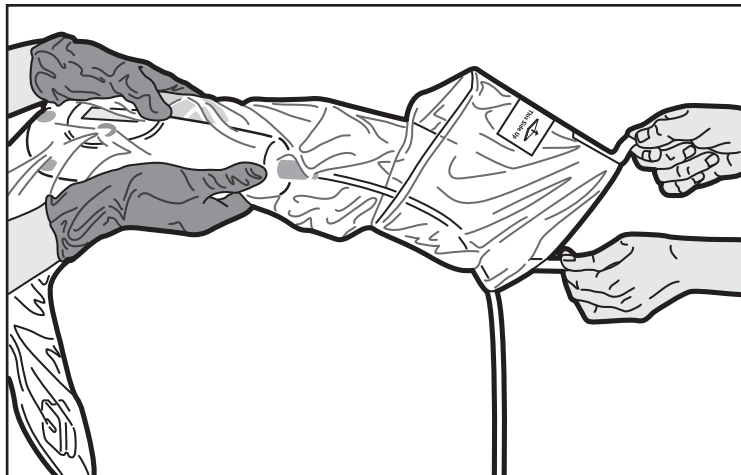

Figura 5. Desdoblamiento de la bolsa
6. A continuación, el operador estéril sostiene la unidad motora MDU5 PLUS cubierta. El operador no estéril agarra y tira de las lengüetas hasta que la bolsa se desdobra completamente (figura 5).